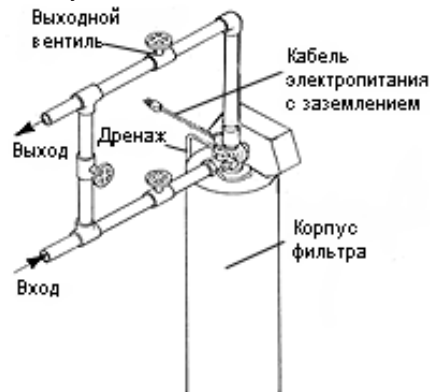

Рис. 2. Байпасная линия.
8. Подключите установку в разрыв магистрали подачи холодной воды, используя стандартную трубную арматуру и фитинги. Для удобства запуска, эксплуатации и обслуживания оборудования необходимо предусмотреть байпасную линию (**рис. 2**) и быстроразъемные соединения в местах подключения трубопроводов к управляющему клапану.